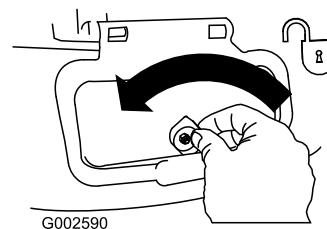

Figure 30
1. Déverrouillez le volet d'éjection latérale (Figure 30).